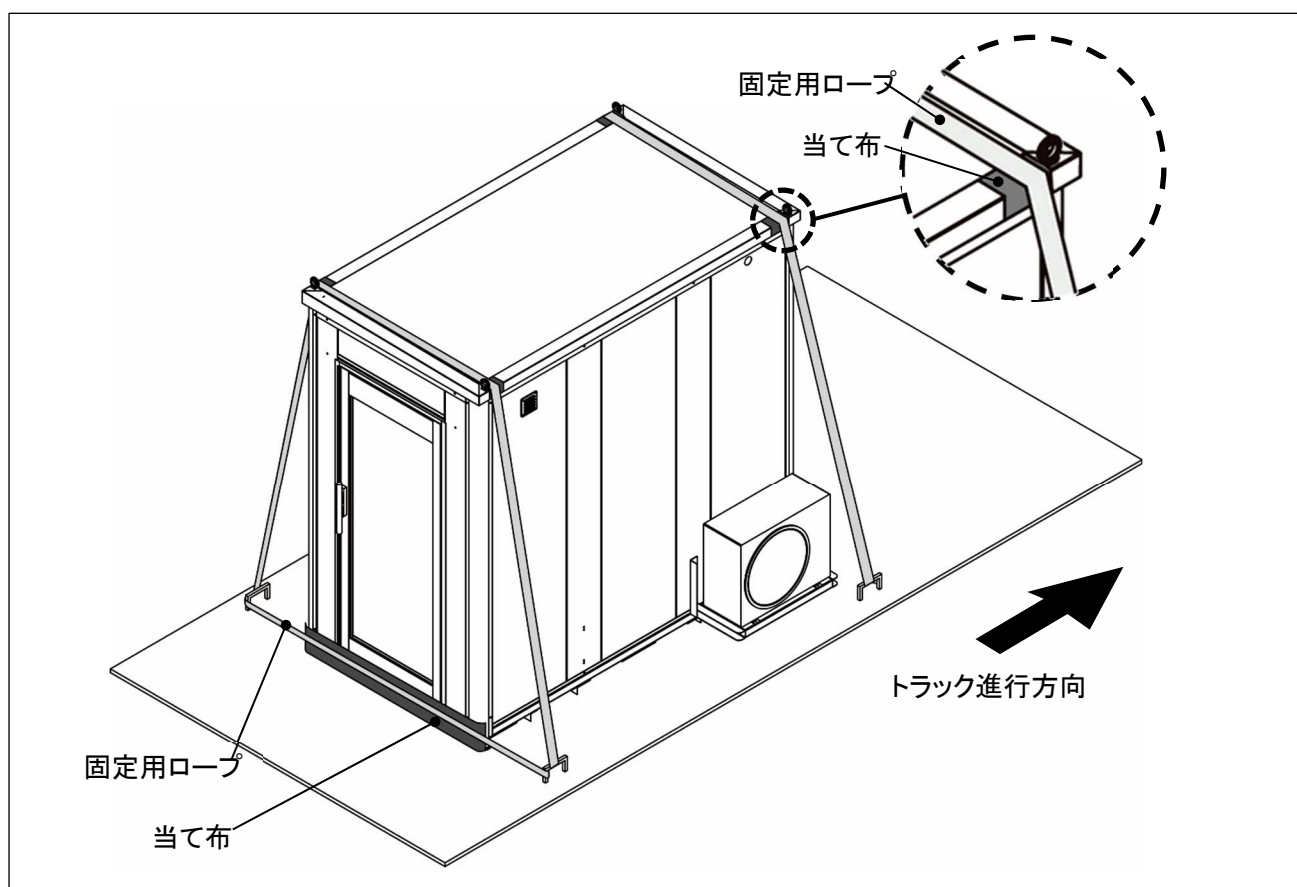

Fig.3-1 車両荷台への固定方法
- ❗ ユニットをトラックの荷台に固定してください。その際、重荷重キャストーストッパー付(以下ともにキャストという)のロックを必ず行い「Fig.3-1」のようにロープ等をかけて固定してください。
- ① ユニットのキャスターをロックしてください。ロック付きのキャスターは前面向かって手前の左右 2 箇所になりますので両方ロックしてください。※アジャスターボルト(4 箇所)が上がっていることを確認してください。
- ② 周囲の安全を確認し、フォークリフト、クレーンを使用し、トラックの荷台にユニットを積載してください。フォークリフト、クレーンの使用は「2.使用上の注意」を厳守し、後述する「II フォークリフトのご使用について」および「III クレーンのご使用について」に従ってください。
- ③ 荷台に積載したら「Fig.3-1」のように屋根および架台の左右をロープ等で荷台に固定してください。このとき、ロープとユニットがかかる位置に当て布をしてください。